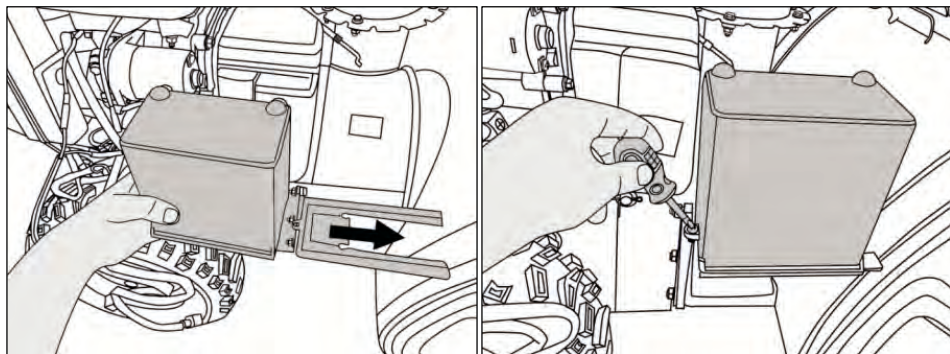

**Рис. 12**
9. Установите аккумулятор в корпусе в штатное место и закрепите болтом для моделей AC-F-700E, AC-F-700EP (рис.12).